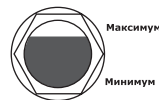

рис. 2
3.4 Перед запуском компрессора проверьте уровень масла в картере, он должен соответствовать среднему значению, между максимальным и минимальным уровнем в контрольном окне уровня масла (рис.2).